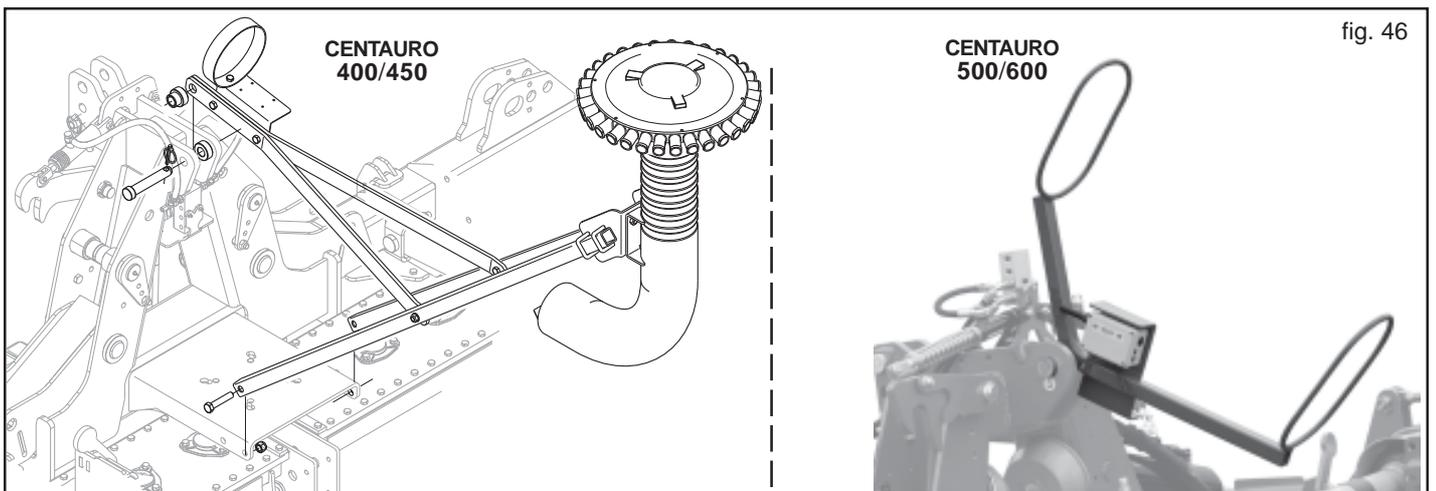

fig. 46
8) Monter postérieurement à l'attacco tre punti dell'erpice rotante il guida tubi per il trasporto semi (Fig.46).